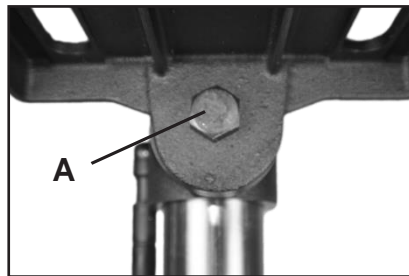
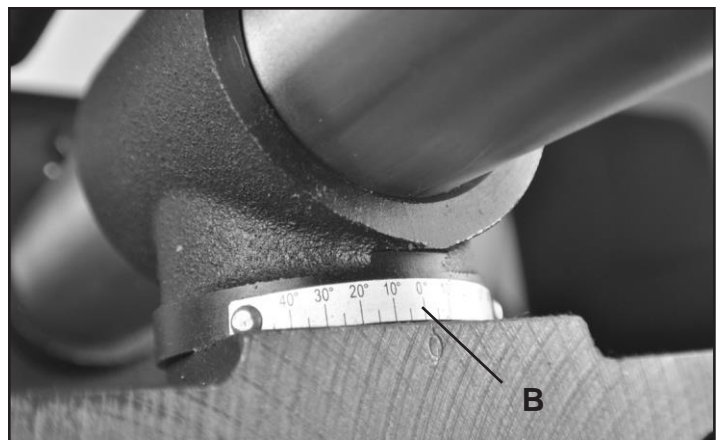

FIG. 8
FIG. 9
9. **INCLINAISON DE LA TABLE** : La table de la perceuse peut s'incliner de 0 à 45 degrés vers la gauche ou la droite. Pour incliner, desserrez le boulon sous la table (FIG. 8, A). Alignez la marque du zéro sur la table (FIG. 9, B) à l'angle voulu sur l'échelle de la table.